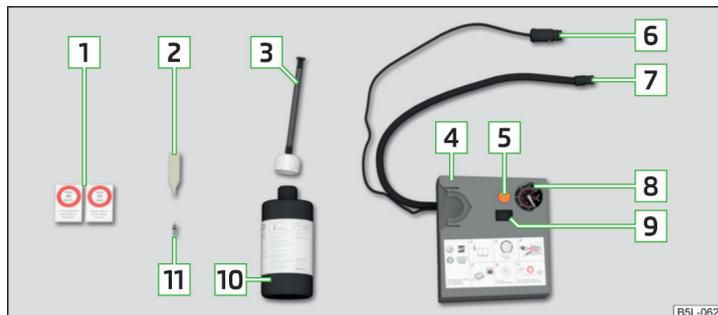

Fig. 165 Schéma de principe : composants du kit de dépannage
Composants du kit » fig. 165
- Collez l'autocollant [1] » **fig. 165 à la page 182** sur le tableau de bord dans le champ de vision du conducteur.
- Secouez énergiquement le flacon de produit de colmatage des pneus [10] » **fig. 165 à la page 182** pendant quelques secondes.
- Vissez fermement le flexible de gonflage des pneus [7] » **fig. 165 à la page 182** du gonfleur sur la valve du pneu.